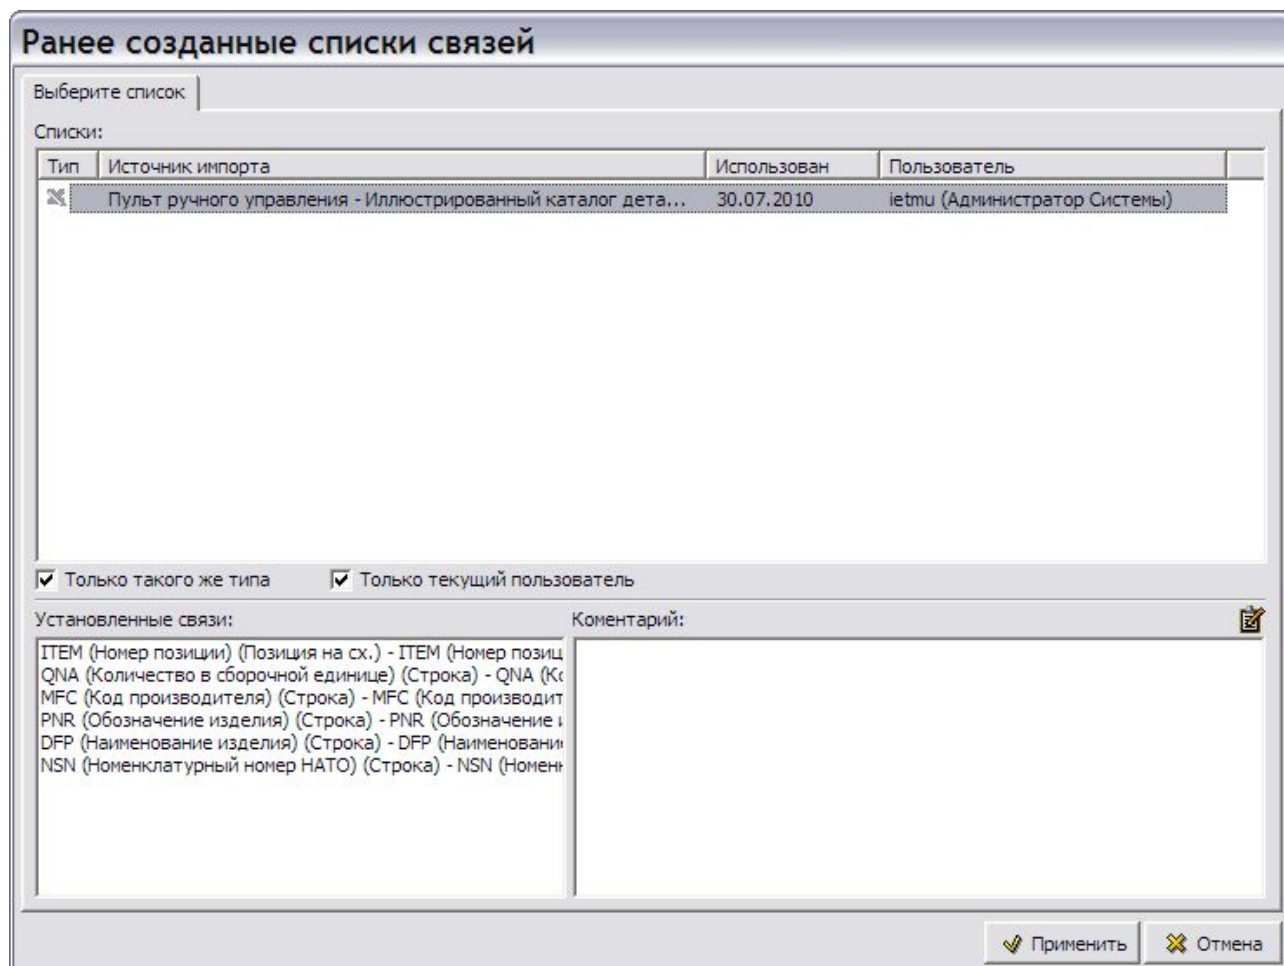
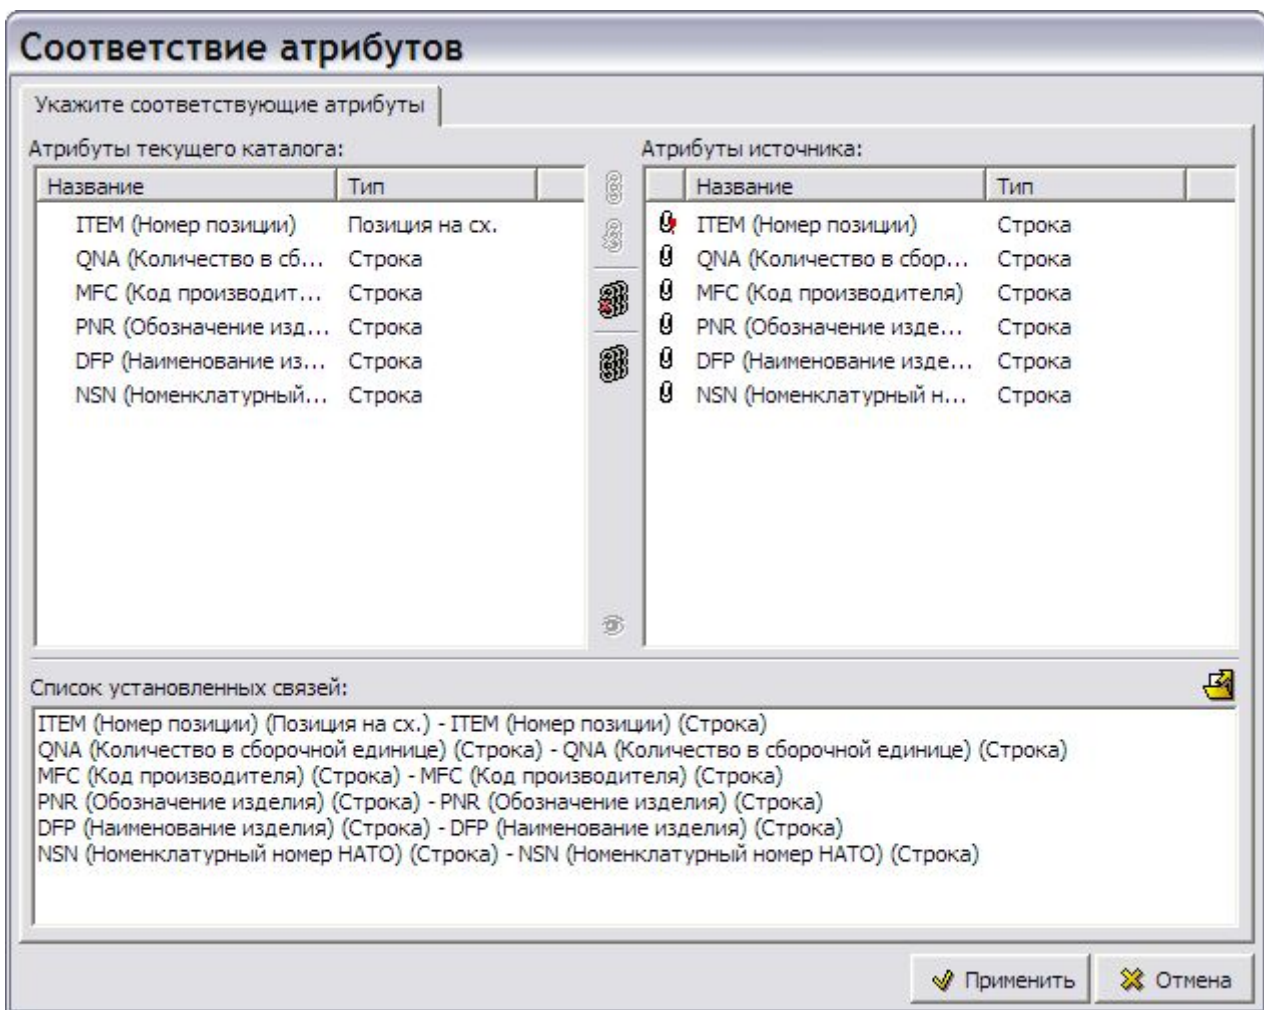

Рис. 4.25
Рис. 4.26
кнопку **Связать атрибуты** . При импорте следующих таблиц в окне **Соответствие атрибутов** выберите инструмент **Загрузить ранее созданный список установленных связей** . При этом откроется окно **Ранее созданные списки связей** (Рис. 4.25).
- В верхнем окне выберите источник импортируемых связей – файл *xls*. При этом в нижнем левом окне появится список установленных связей, который будет использован в дальнейшем (Рис. 4.25). При нажатии на кнопку **Применить** произойдет возврат в окно **Соответствие атрибутов**, в нижнем окне которого появится список установленных связей (Рис. 4.26).